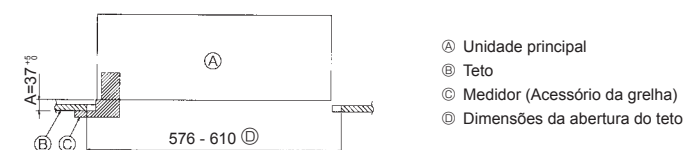

Fig. 4-6
3. Se a unidade principal não puder ser alinhada contra o orifício de montagem no teto, é possível ajustar este orifício com a fenda existente na placa de montagem. (Fig. 4-6)